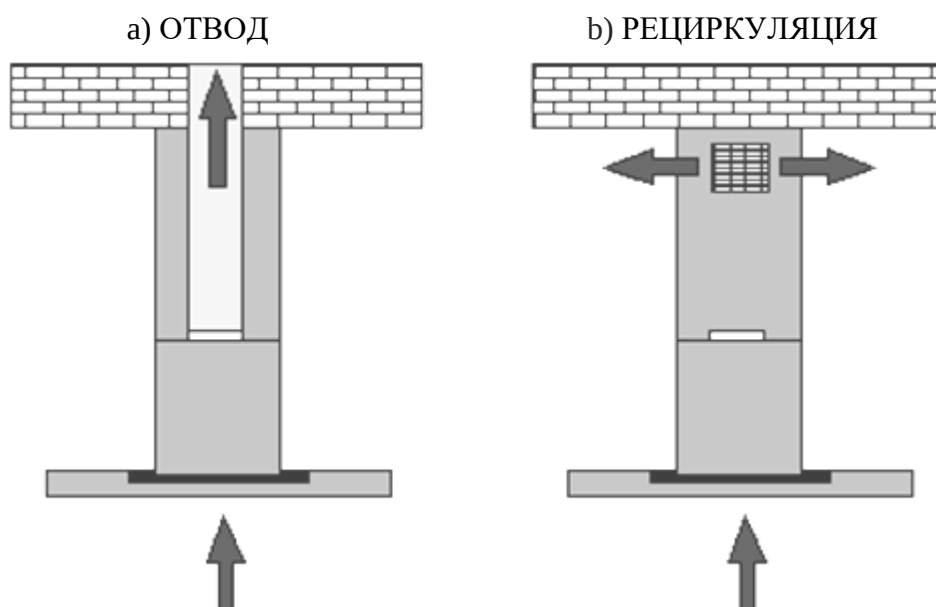
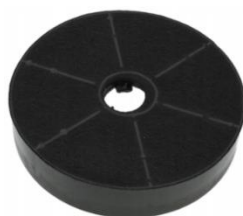

Рис. 7
Рис. 8
1) Отвода (рис. 7а) – воздух удаляется из помещения через соединение вытяжки с вентиляционным каналом жестким пластиковым воздуховодом или гофрированным шлангом диаметром 150 мм. И, таким образом, все кухонные испарения, запахи, гарь и копоть, проходя через многоразовые алюминиевые жироулавливающие фильтры, выводятся за пределы помещения. При данном режиме работы нет необходимости устанавливать угольные фильтры. Режим отвода является наиболее эффективным, поскольку вытяжка удаляет все кухонные испарения за пределы кухни в вентиляционную шахту.
2) Рециркуляции (рис. 7б) – внутренняя циркуляция воздуха через угольные фильтры (рис. 8). Вытяжка в данном случае не подключается к вентиляционной шахте и, таким образом, воздух просто прогоняется через вытяжку внутри кухни.
В этом режиме на вытяжку должны быть установлены угольные запахоулавливающие фильтры (рис. 8). Эти фильтры не входят в комплект вытяжки и приобретаются отдельно. Угольные фильтры следует менять не реже, чем раз в 3 месяца